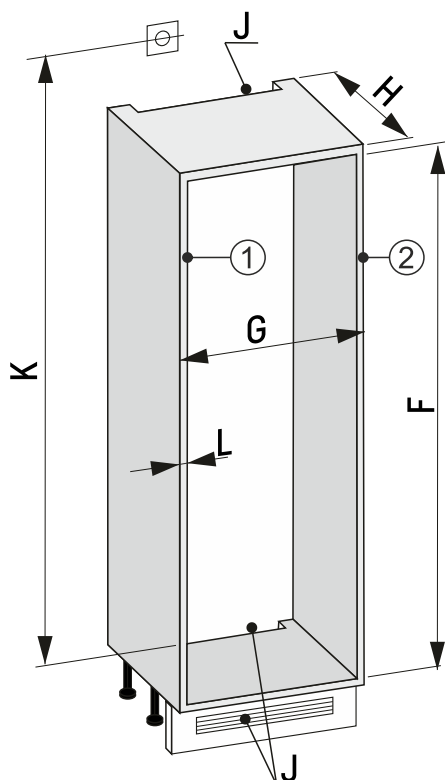

Fig. 86 Výklenek 30"
- Změřte tloušťku stěny nábytku Fig. 86 (L).